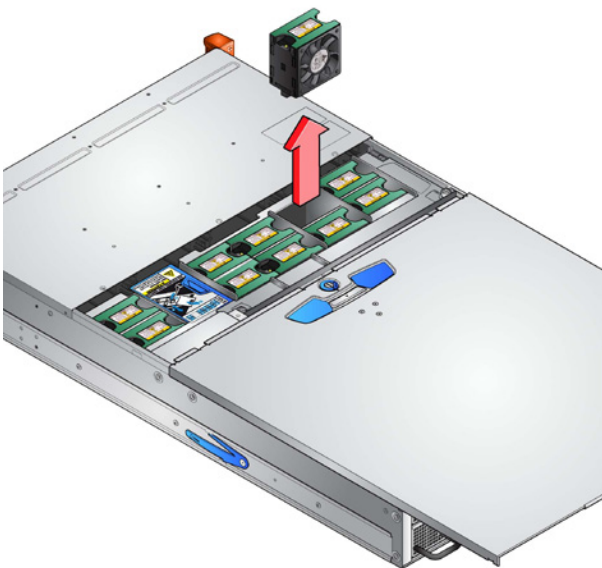

Figure 6 : Retrait d'un ventilateur
2. Saisissez le module de ventilateur défectueux avec l'index et le pouce et tirez-le vers le haut afin de le débrancher, puis retirez-le du boîtier (voir Figure 6).